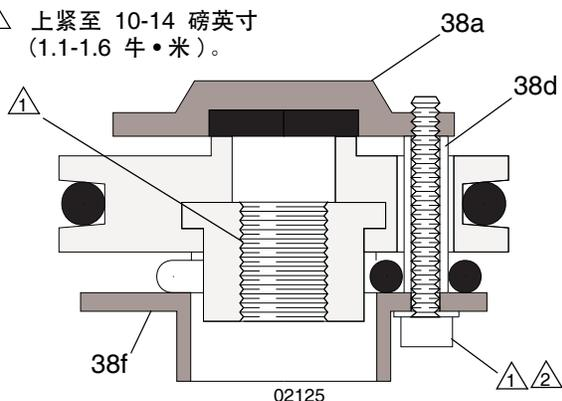

图 12
5. 如果阀板隔块 (38d) 损坏，更换所有三个，保持阀板 (18a, 18f) 与阀座的正确间隙。参见图 12。